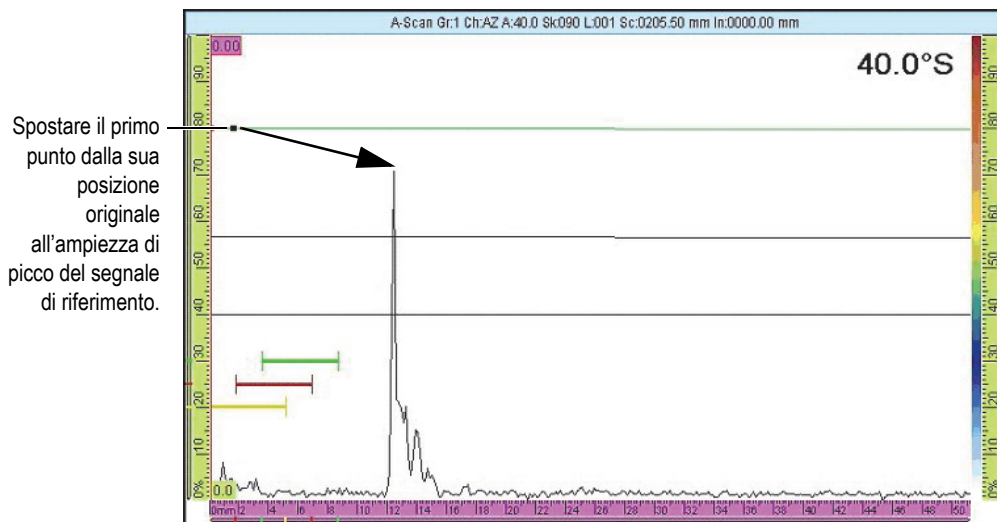

Figura 6-6 Primo punto della curva DAC
3. Posizionare la sonda per ottenere la massima ampiezza del segnale per il riflettore di riferimento associato con il primo punto aggiunto alla curva DAC (vedere Figura 6-6 a pagina 187).